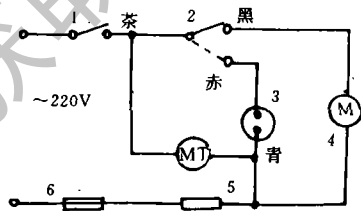

图 1 上菱冰箱化霜控制电路图
1. 上菱冰箱的化霜电气控制回路: 电气回路见图 1。打开冷冻室的门, 把一块对面的塑料板取出可看见蒸发器、铜管、电气元件组件等。双金属化霜温度控制器安装在蒸发器连管前的贮液器上。电加热管安装在蒸发器的下方。化霜温度保险电阻安装在蒸发器的左下方。电气连线接插件也在蒸发器的左上方。风扇电机在蒸发器上方。冷冻室内还有冷冻室温度控制器。冷冻室门下方有冷冻室门开关以及冷藏室门开关。打开冷藏室门, 里面在冷藏室与冷冻室中间有化霜定时控制器以及冷藏室温度控制器, 还有起动电容、压敏电阻、降压二极管(有的化霜冰箱, 无这些元件)。
2. 化霜原理: 化霜温度定时控制器共有四个接点: 赤、茶、黑、青。其中赤、茶通为化霜, 茶、黑通为致冷, 茶、青接 220V。在化霜定时器正面有一个调节轴, 当转动第一声“劈啪”响为化霜动作, 即赤、茶两点接通, 也就是图 1 中虚线部分。当转动第二声响为致冷动作, 即茶、黑两点接通, 也就是图 1 中实线部分。化霜温度定时器与压缩机同步工作。化霜定时器的触点的动作时间一般调定为每隔 8 小时断开一次。图中触点的位置正好是前一次化霜刚完, 化霜定时器刚刚接通压缩机电路。电冰箱就开始了化霜周期的运转, 化霜定时器与压缩机同时进入同步运转。化霜定时器是与蒸发器化霜加热器串联在一条电路中。为什么蒸发器化霜加热器不给予蒸发器加热, 这是因为化霜定时器的内阻要比蒸发器化霜加热器的电阻大许多倍(化霜定时器内阻为 7055Ω , 蒸发器化霜加热器的电阻约为 320Ω , 电阻值相差 21 倍)。因此, 加在蒸发器化霜加热器上的电压仅为 10V, 这样小的电压在蒸发器化霜加热器上所产生的热量是微不足道的。当化霜定时器与压缩机同步运转到调定的化霜间隔时间(8 小时)时, 化霜定时器的活动触点就会将通往压缩机的电路